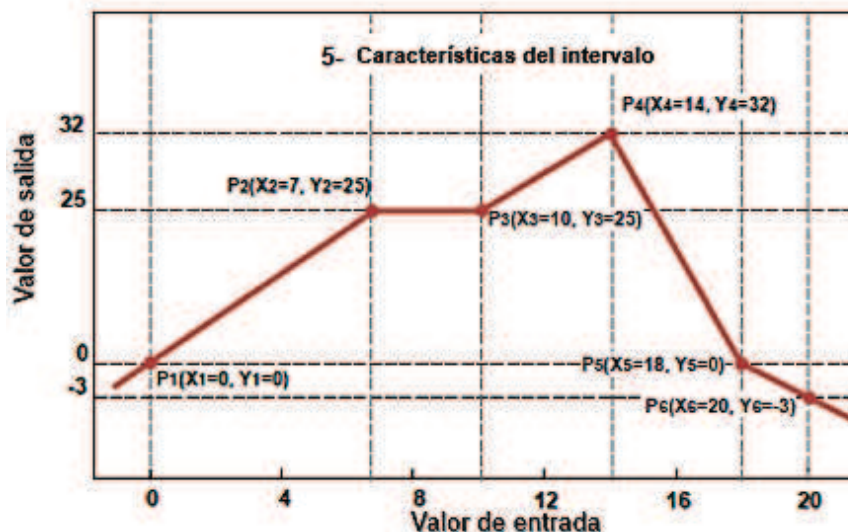

Fig. 7.40. Ejemplo de característica del usuario
- d) **usuario char.** - Se define como un conjunto de puntos X-Y. El número de puntos es variable y se puede establecer de 2 a 20 puntos que crean segmentos lineales (ver Fig. 7.40).
donde "**inclinación**" y "**compensación**" son los coeficientes de un segmento contenido entre dos puntos (ver **Fig. 7.40**), y **n = 1, 2 ..** es el número del segmento.
Los pasos para crear una característica de usuario que consta de 6 puntos (como en la Fig. 7.40):